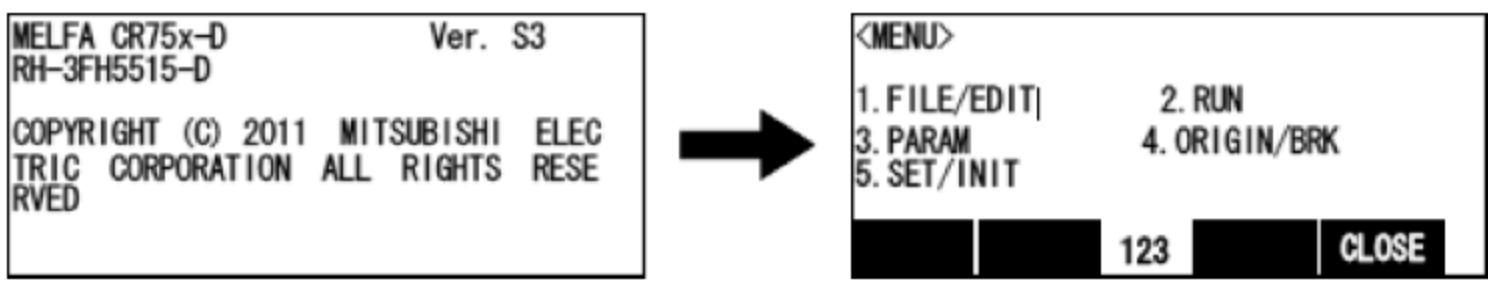

图 29-4 菜单屏幕
- (3) 在屏幕上出现< TITLE >时,按下 Exe 键,出现< MENU >屏幕,如图 29-4 所示。